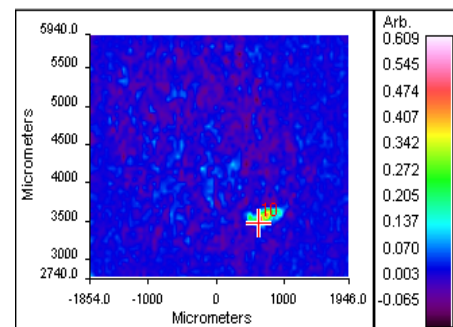
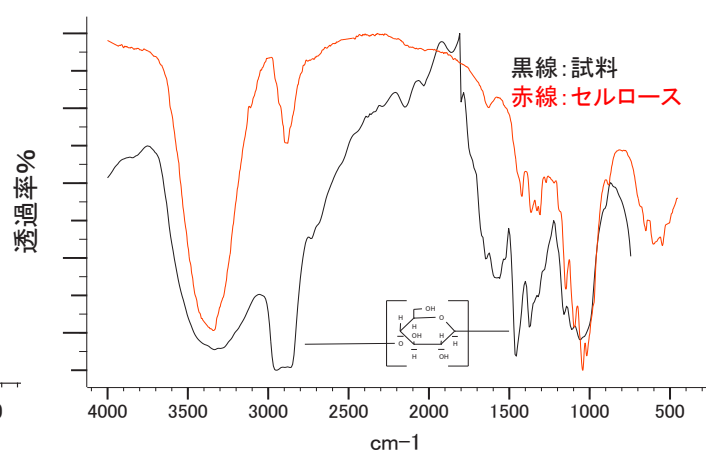

図3. 1200~950cm-1のケミイメージ
図5. 図3の+印から抽出したスペクトル
- \* 図3の+印から抽出したスペクトルには、鉱物油のほかセルロースの存在が確認されました(図5)。付着物はセルロースであり、鉱物油も付着していることがわかりました。図3はセルロースの特徴的な吸収のケミイメージです。